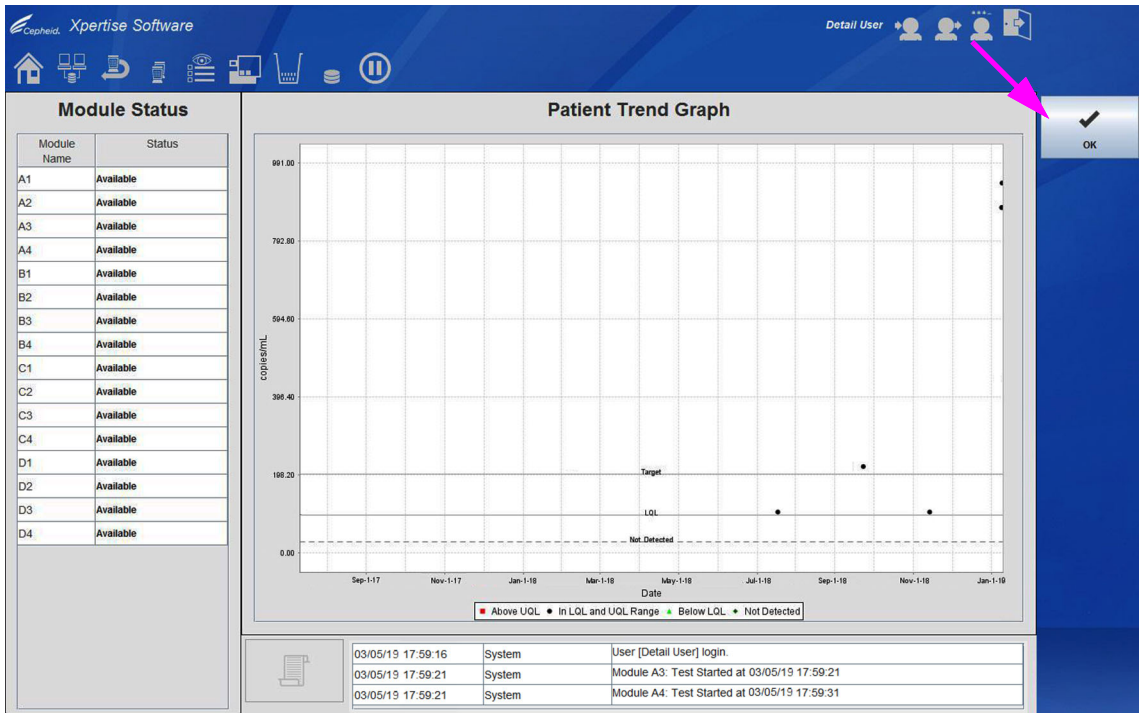

图 10-78. 患者趋势图 (Patient Trend Graph) 工作区
- **查看图表 (VIEW GRAPH)** – 会打开患者趋势图 (Patient Trend Graph) 工作区并显示符合特定患者选择标准的所有结果的一个图表。图表中不包括**错误 (ERROR)**、**无效 (INVALID)** 及**无结果 (NO RESULT)** 的测试结果。请参见图 10-78。查看图表后选择**确定 (OK)** 按钮以返回患者趋势报告 (Patient Trend Report) 工作区。